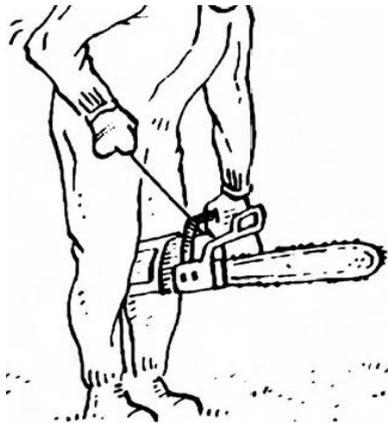

Figura 6.3. Método segundo para arrancar una motosierra.
- El segundo método consiste en tener la manija trasera entre las rodillas, la manija delantera sujeta con la mano izquierda y tirar del tiraflector con la mano derecha (figura 6.3).